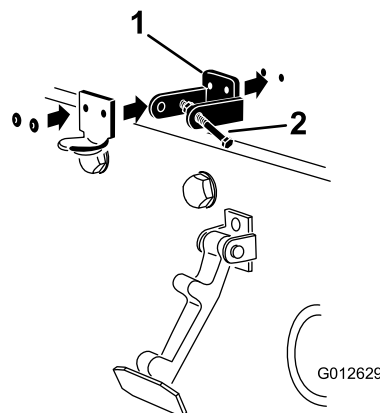

Figura 4
Nota: El cierre de seguridad debe estar en contacto directo con el capó (Figura 4). No retire el conjunto de perno y tuerca del brazo del cierre de seguridad.
6. Remache el seguro de cierre, el cerradero y las arandelas al capó (Figura 4).